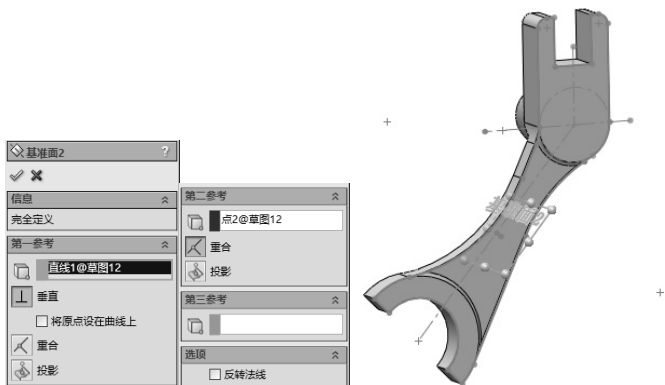

图 3-74 创建基准面操作
STEP 3 单击“特征”工具栏中的“基准面”按钮, 选择 **STEP 2** 中创建的直线的端点, 创建一基准面, 如图 3-74 所示。